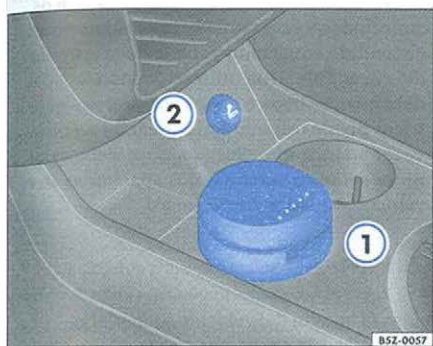

Fig. 94 Cenicero y encendedor
El cenicero ⇒ fig. 94 ① está localizado en la consola central.
- Pulse el botón del encendedor ⇒ página 111, fig. 94 ② hacia adentro ⇒ ⚠.